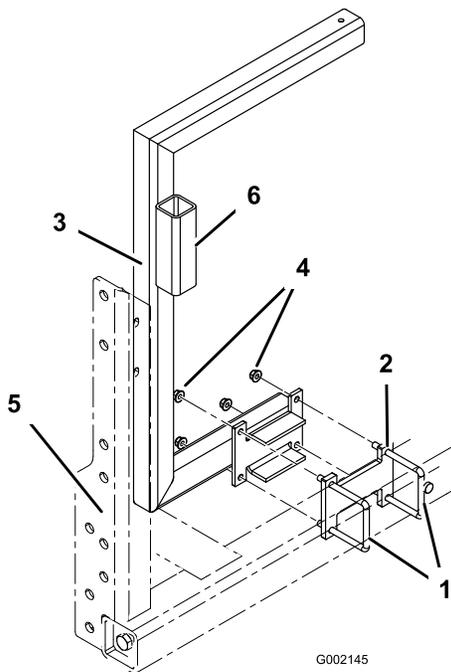

Figura 3
2. Instale o suporte da bobina de tubagem (suporte com o tubo da pistola de pulverização instalado) na estrutura do veículo nas 2 cavilhas em U e espaçador instalado previamente (Figura 3). Prenda as estruturas com 4 parafusos de flange (3/8 inch). O suporte deve envolver a extremidade traseira do depósito.